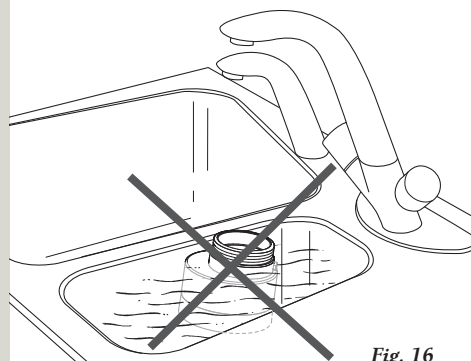

Fig. 16
- Ne plongez pas la chaudière dans l'eau. (fig. 16)